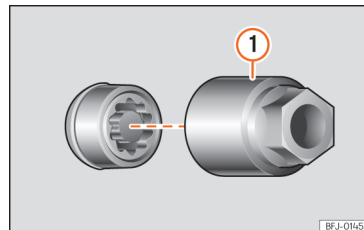

Abb. 222 Diebstahlhemmende Radschraube mit Abdeckkappe und Adapter
- Setzen Sie den Spezialadapter » » (Abb. 222) ① (Bordwerkzeug » S. 308) bis zum Anschlag in die diebstahlhemmende Radschraube ein.